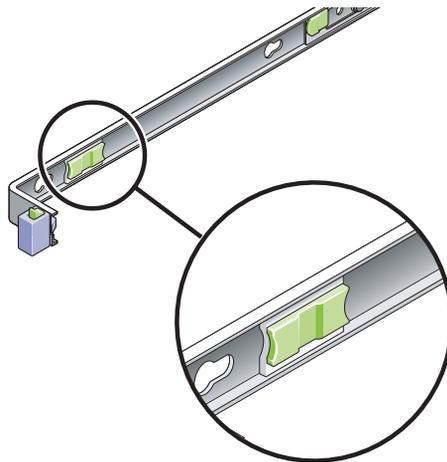

ABBILDUNG 3-36 Schienenentriegelung
7. Lösen Sie gleichzeitig beide Schienenentriegelungen (ABBILDUNG 3-36) und drücken Sie den Server vollständig in das Rack.